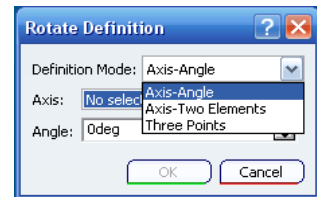

Ilustración 274: Definición de la rotación.
**Rotation (Rotación).** Esta es una operación que rota el cuerpo activo. Al igual que la herramienta de traslación, tiene tres formas diferentes de llevarse a cabo, como se muestra en la Ilustración 274.